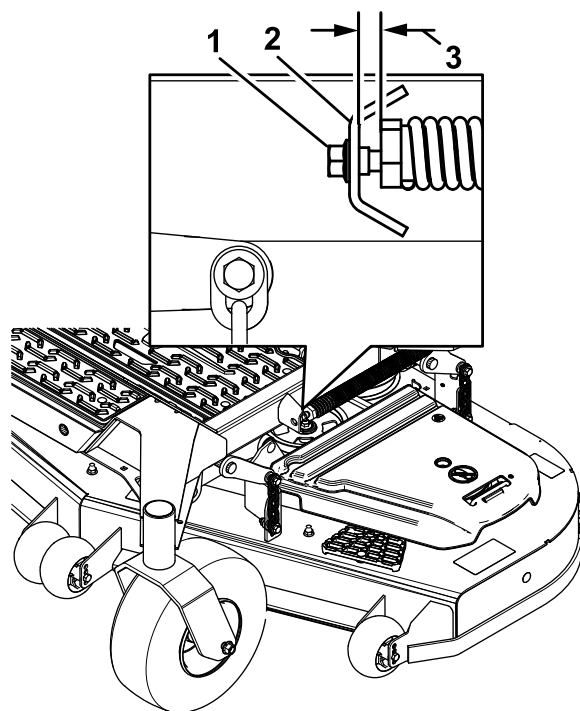

Figura 83
10. Desaperte lentamente o parafuso de ajuste na mola de ajuda à elevação até que possa remover o parafuso (Figura 83).